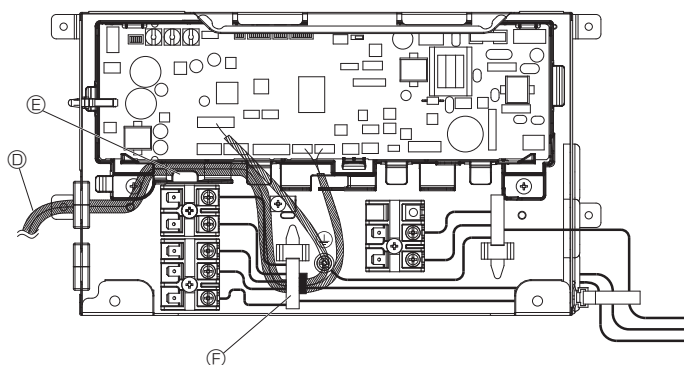

Fig. 5-8
2. Placez le fil de raccordement du KIT DE VANNE en option dans le boîtier électrique. (Fig. 5-8)